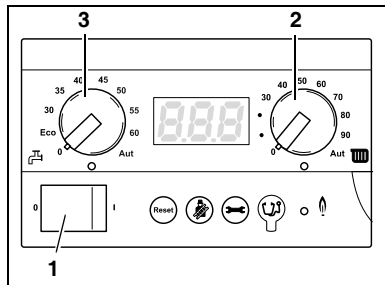

Fig. 19 Regolatore di base BC10
- Con la manopola per la temperatura massima della caldaia (fig. 19, **pos. 2**) impostare la temperatura desiderata secondo la tabella 2.